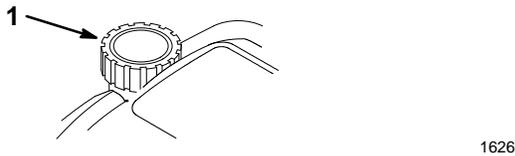

Figure 6
2. Nettoyer tout autour du bouchon du réservoir d'essence, puis retirer le bouchon (Fig. 6).